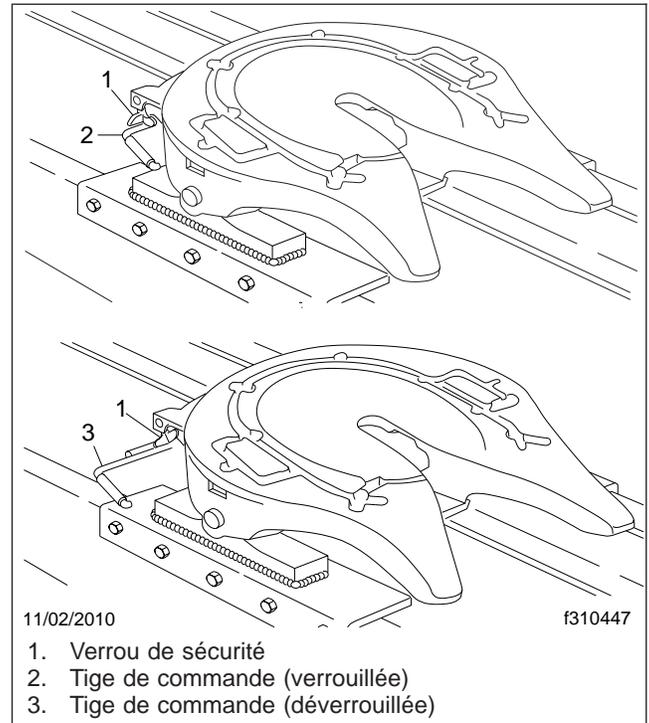

**Fig. 18.9, Fonctionnement du mécanisme de verrouillage du pivot d'attelage Holland de la série Simplex SE**
Le mécanisme de verrouillage de la sellette d'attelage de la série Simplex SE (**figure 18.9**) se compose d'une mâchoire rotative et d'un verrou à ressort qui retient le pivot d'attelage de la remorque. La mâchoire tourne sur une cheville excentrique pendant l'attelage et le dételage. Le verrou à ressort retient la mâchoire en position verrouillée une fois que le verrouillage du pivot d'attelage s'est fait.
4. Positionnez le tracteur de sorte que le centre de la sellette d'attelage soit aligné sur le pivot d'attelage de la remorque. Le pivot d'attelage doit être placé de façon à entrer dans la gorge du mécanisme de verrouillage. Voir la **figure 18.9**. Ajustez la béquille de la remorque afin que